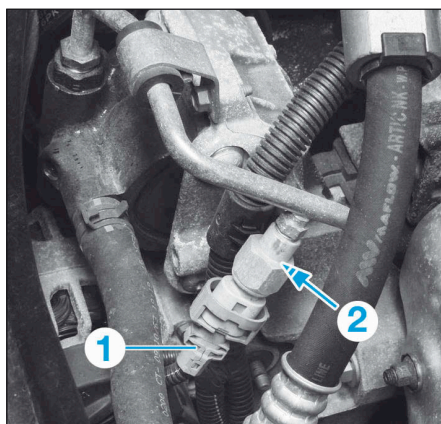

FIG.13
- Débrancher le connecteur (1) du pressostat de direction assistée (Fig.13).
- Déposer la vis (2) de la pompe de direction assistée.